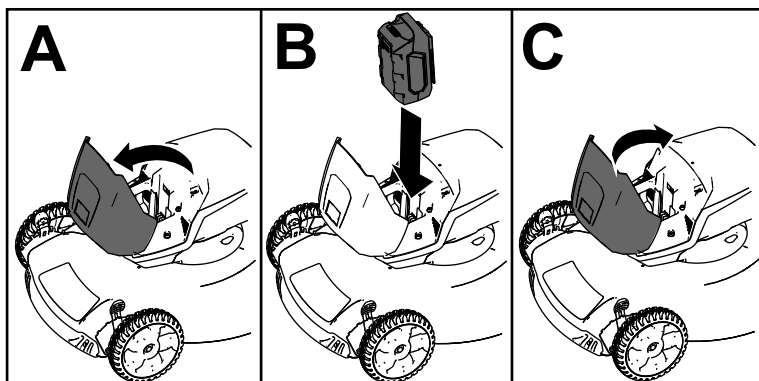

Рисунок 9
2. Поднимите крышку аккумуляторного отсека (вид А на Рисунок 9).
3. Совместите выемку в аккумуляторной батарее с выступом на машине и введите аккумуляторную батарею в отсек, пока она не зафиксируется на месте (вид В на Рисунок 9).
4. Закройте крышку аккумуляторного отсека (вид С на Рисунок 9).